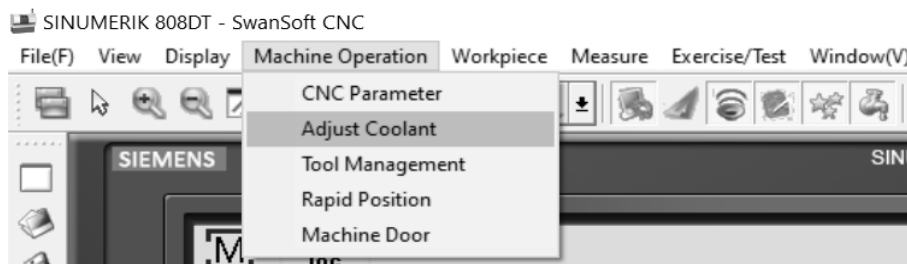

Рисунок 2.7 – Выбор вкладки «Adjust Coolant»
5.2 Отрегулировать сопла подачи СОЖ, выбрав вкладку «Machine Operation» – «Adjust Coolant» (рисунок 2.7).